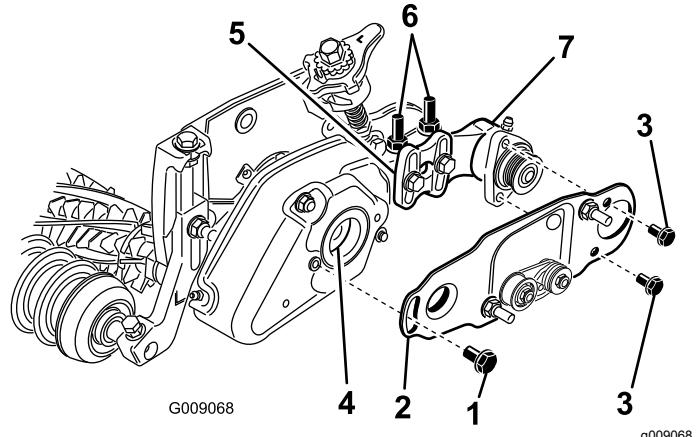

Figura 27
per rulli alla staffa di montaggio della spazzola (Figura 27).
13. Montate la piastra orientabile della spazzola rotante (Figura 27). Assicuratevi che il gommino rimanga saldamente in posizione sul carter quando la protuberanza sulla piastra orientabile è inserita nel gommino sul carter del groomer.
14. Applicate Loctite 243 (blu) sui 2 bulloni da 5/16" x $\frac{5}{8}$ " e utilizzateli per montare la piastra della spazzola sull'alloggiamento del cuscinetto della spazzola per rullo (Figura 27). Serrate i bulloni a un valore compreso tra 20 e 25 N·m.
- Allentate i due dadi di bloccaggio flangiati che fissano la staffa di montaggio della spazzola rotante alla piastra laterale dell'apparato di taglio (Figura 27).
- Girate la sede del cuscinetto della spazzola rotante fin quando la piastra della spazzola non risulta parallela alla piastra laterale dell'apparato di taglio (Figura 27).
- Serrate i due dadi di bloccaggio flangiati che fissano la staffa di montaggio della spazzola per rulli alla piastra laterale dell'apparato di taglio (Figura 27).
19. Spalmate del Loctite 243 (blu) sul bullone di spallamento (Figura 27). Con il bullone di spallamento, fissate la piastra della spazzola sul carter del groomer. (Figura 27). Serrate il bullone a un valore compreso tra 20 e 25 N·m.